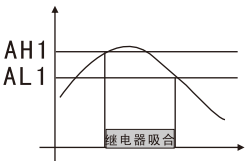

图1
- (2) 报警参数的修改方法与量程显示参数的设定方法相同。
- (3) 继电器的吸合值、释放值的设定说明（以AH1、AL1为例）AH1为继电器吸合值，AL1为继电器释放值。
- b) 设定AH1>AL1，当测量值 $\geq$ AH1时，继电器吸合；当测量值 $\leq$ AL1时继电器释放继电器。继电器动作情况见图1，常用于上限报警。